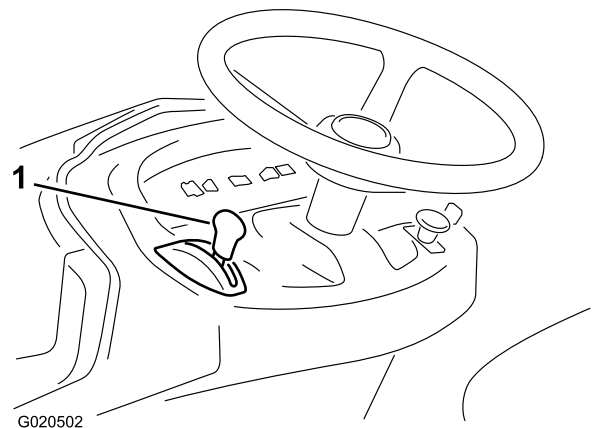

Figura 9
5. Per avviare il motore a freddo spostate la leva di comando dell'acceleratore completamente in avanti in posizione Starter (Figura 9).
6. Girate la chiave di accensione in senso orario e tenetela in posizione Start (Figura 9).
- Quando il motore si accende, spostate lentamente la leva di comando dell'acceleratore in posizione Fast (Figura 9).
- Spostate la leva di comando dell'acceleratore in posizione Slow (Figura 9).
- Girate la chiave di accensione in posizione Off (Figura 9).